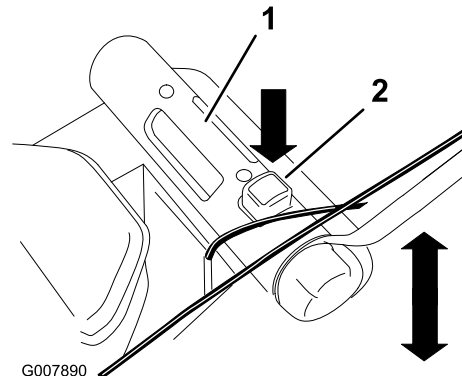

Bild 17
4. Drücken Sie die Taste für das Einstellen der Schnitthöhe und halten Sie den Einstellgriff für die Schnitthöhe fest, um die Schnitthöhe nach oben oder unten zu verstellen (Bild 17).